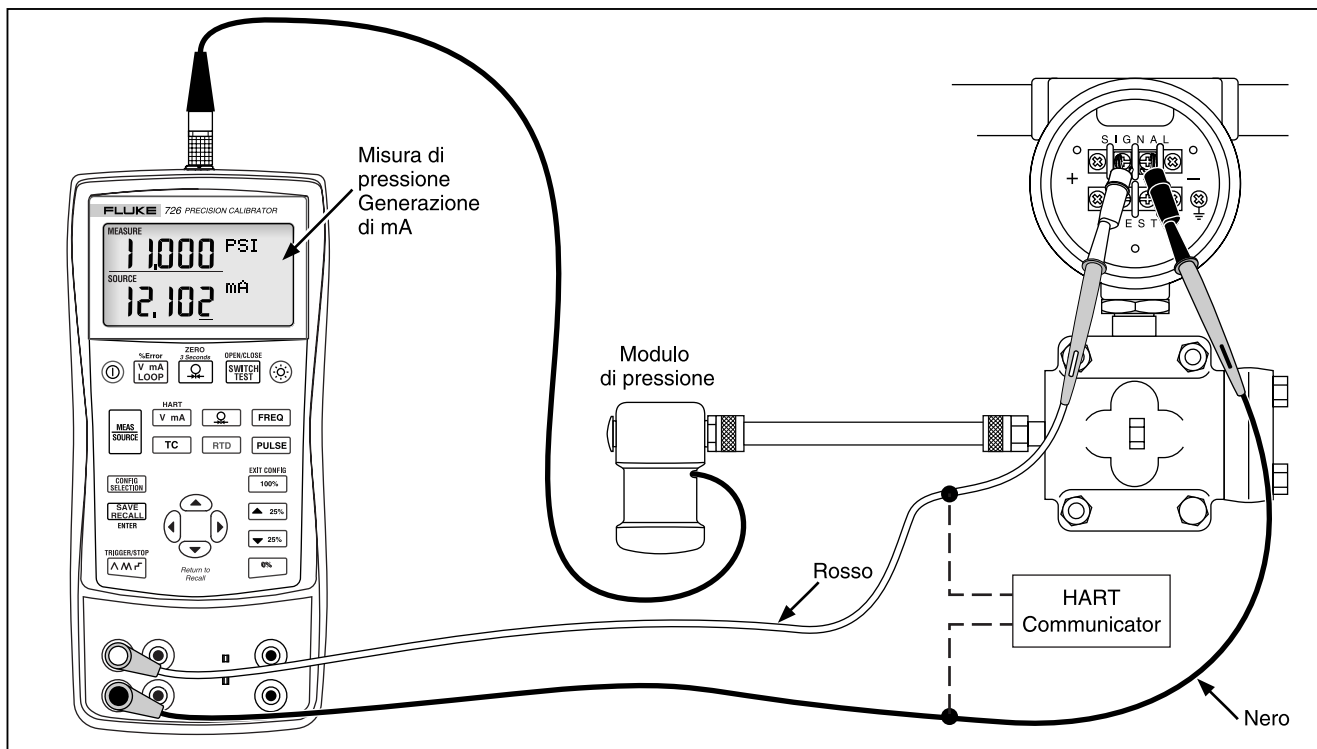

Figura 22. Taratura di un trasduttore di corrente/pressione (I/P)
1. Collegare i cavetti di prova allo strumento in prova, come indicato nella Figura 22. Le connessioni simulano un trasduttore corrente/pressione e misurano la corrispondente pressione di uscita.